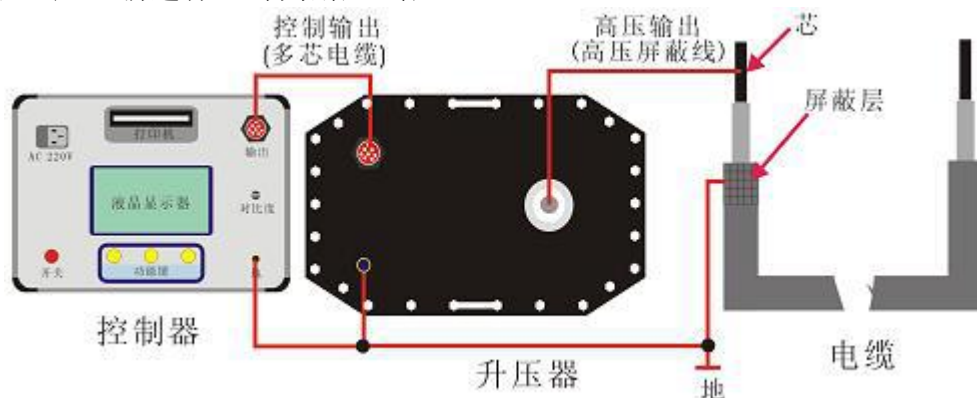

图 13 单相测量连线图
6. 用随机附带的专用柔性连接电缆将试验设备与试品电缆按图 13 所示的方法相连接。合上电源, 设定好试验频率、时间和电压以及高压侧的过流保护值、过压保护值, 然后开始升压试验。升压过程应密切监视高压回路, 监听试品电缆是否有异常响声。升至试验电压时, 即开始记录试验时间并读取试验电压值。